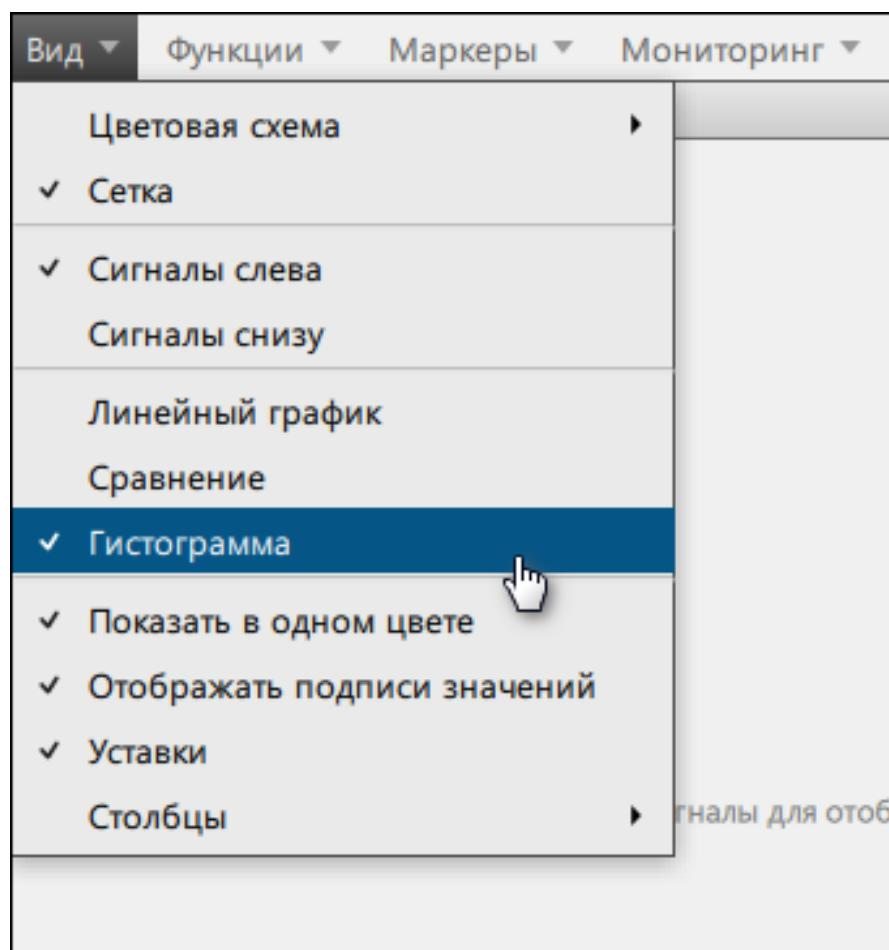

Рисунок 56 - Добавить гистограмму
2. В открывшемся окне выберите **Вид → Гистограмма** (Рисунок 56).